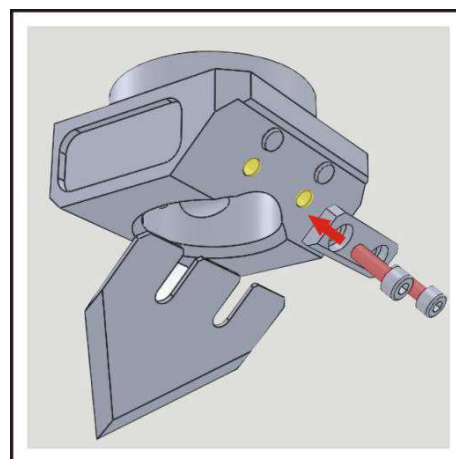

Рис. 20
- V-образное лезвие для выдавливания, вкрутите два болта M4*8 (рис. 20), установка лезвия завершена (примечание: если цилиндрический штифт не застрянет в лезвии, это приведет к поломке и задиру лезвия).